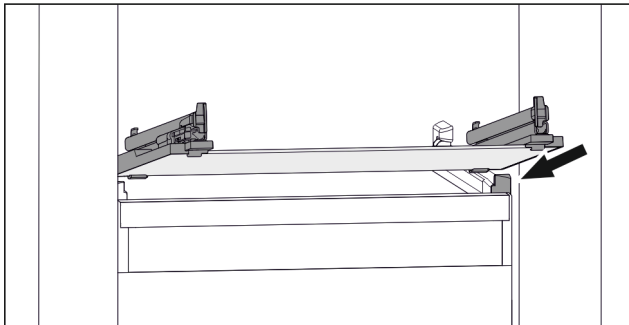

Fig. 53 Beispielhafte Darstellung der Glasplatte
- ▶ Glasplatte schräg hinter den Stopperrn aufsetzen. (zie Fig. 53)